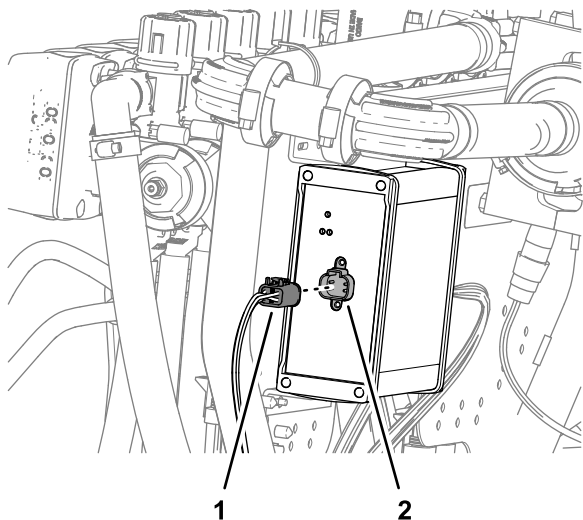

Figura 134
4. Insira o conector de quatro tomadas rotulado PARA ASC 10 (o asc 10) no conector de quatro pinos do controlador de pulverização ASC 10 (Figura 134).